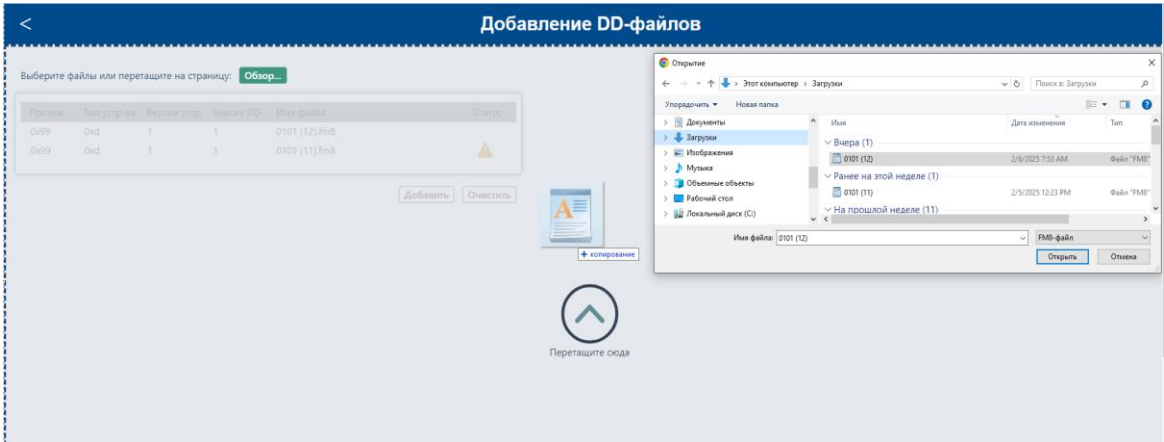

Рис. 100 Пример окна с перетаскиванием файлов из файловой системы в таблицу приложения
- Путем перетаскивания файлов в список на странице «Добавление DD-файлов» (рис. 100)